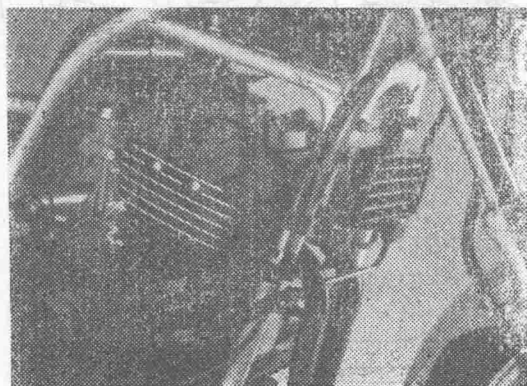

图15 雅马哈
④ 连续高速运转时,发动机润滑油的温度将超过理想温度—— 80° 。这会使润滑油加速劣化,所以许多车上装有机油冷却器(图15)。